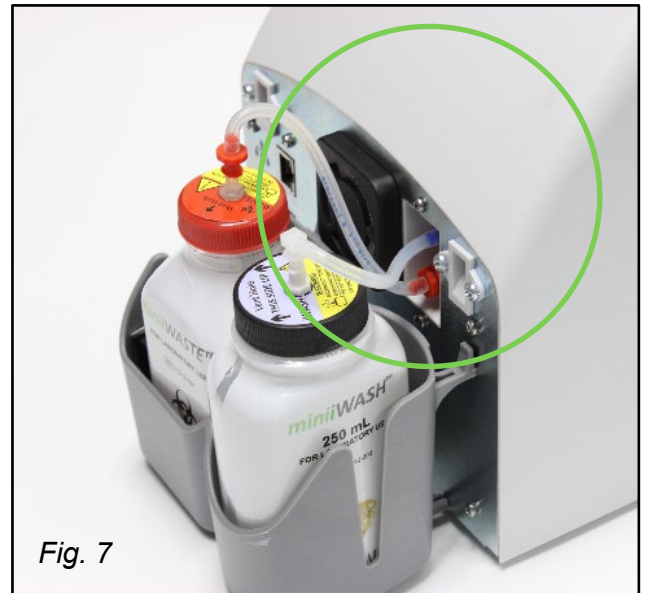

Fig. 7
2.4.2. Conexión del frasco miniWASTE (Fig. 7, 8):
2.4.3. Conexión del frasco miniWASH (Fig. 7, 8):
2.4.4. Coloque ambos frascos conectados en la bandeja para frascos (Fig. 7).